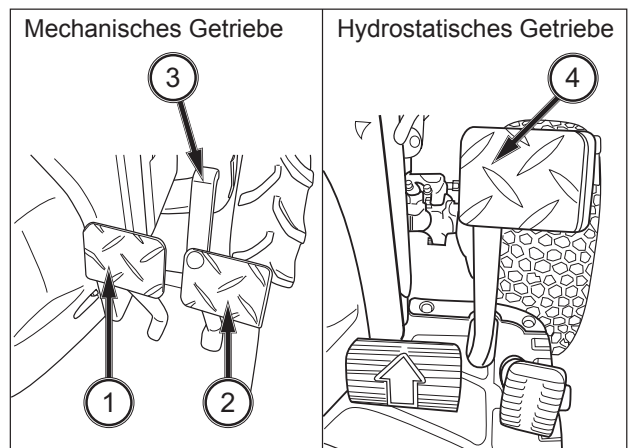

ABB. 46
**ABB. 46 und 47:** Das innere Bremspedal (1) und das äußere Bremspedal (2) wirkt jeweils unabhängig auf die Bremsen für das linke und rechte Rad, um Kurvenfahrten zu erleichtern. Bei Straßenfahrten oder bei schneller Fahrt müssen die Bremspedale mit einer Verzahnungsplatte (3) verbunden werden. Modelle mit hydrostatischem Getriebe verfügen nicht über Einzelradbremsen, sondern nur über ein einziges Bremspedal (4).